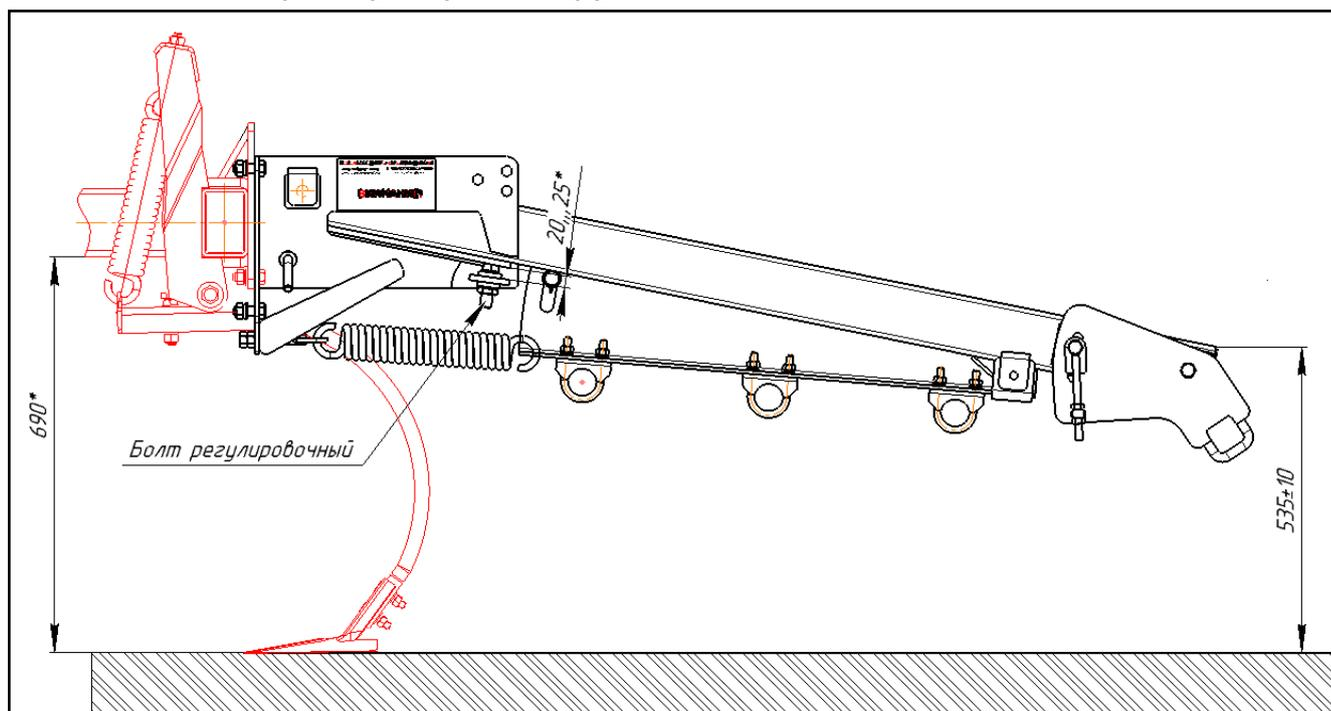

Рисунок 18.2 – Установка подвесок комбинированного шлейфа
2) Первоначально необходимо выставить раму в горизонт, установить культиватор с опорой на стрельчатые лапы, произвести установку подвесок шлейфа на фланцы рамы и крыльев. Следует обратить внимание, что присоединение фланцев надлежит производить не на верхние отверстия фланца, а на вторые по высоте (см. рисунок 18.2). Установить все подвески шлейфа на рамную конструкцию.
3) Произвести проверку позиционирования поводка подвески катка. При высоте рабочего органа 690 мм проконтролировать высотный размер 535 ± 10 мм (рисунок 18.2). Все поводки должны быть одинаково позиционированы по высоте. В случае отклонения высотного размера свыше 525...545 мм надлежит произвести регулировку положения поводка болтом регулировочным, расстояние от головки болта до фланца при номинальных размерах должно составить от 20 до 25 мм.